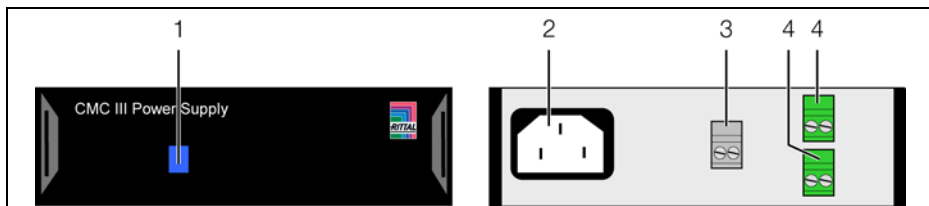

Рис. 3: Панель управления, штекеры и разъемы
Элементы управления и индикации показаны на рис. 3.
Обозначения на рис. 3
- Соедините прилагаемым кабелем разъем Molex со входом питания СМС III PU (рис. 3, поз. 3).
- В качестве альтернативы соедините выход 24 В (прямое подключение) с соответствующим входом СМС III PU (рис. 3, поз. 4).
- Подключите кабель ко входу питания блока питания, а также к сети питания (рис. 3, поз. 2).